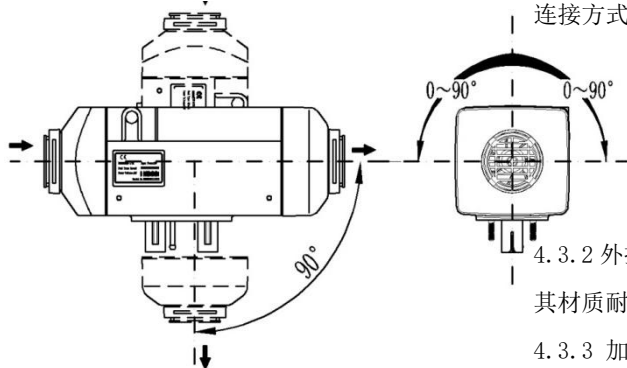

图 12
4.2.4 主机的安装方向如图 12 所示。
必须注意: 倾斜角度不许超过图 12 所限定的范围,否则会影响正常工作。